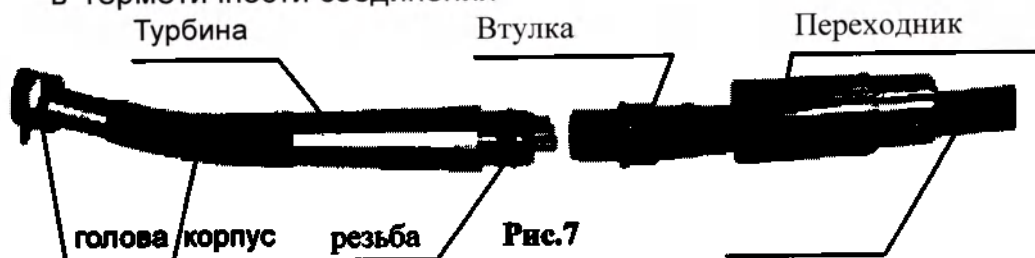

Рис.7
6.2.6.1. Соедините наконечник с разъемом рукава как показано на Рис.7 и убедитесь в герметичности соединения